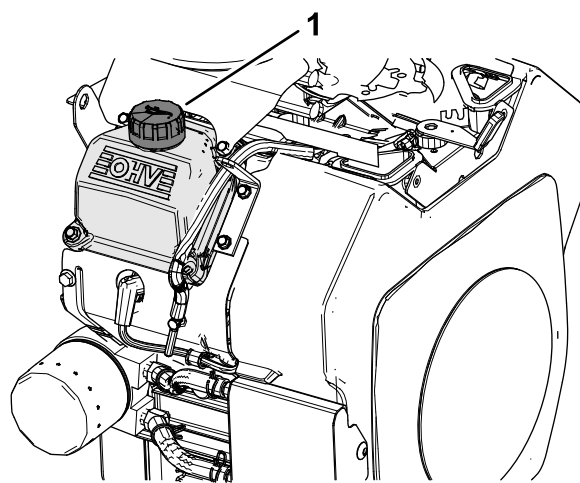

Рисунок 32
- Медленно залейте примерно 80% указанного количества масла в заливную горловину (Рисунок 32) на крышке клапанной коробки; см. раздел Характеристики моторного масла (страница 32).